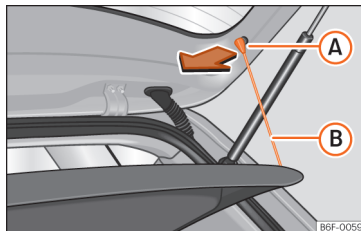

Рис. 169 Багажний відсік: знімання й установлення полиці.
- Відчепіть шнурки >>> **рис. 169** (B) у точках (A).
- Зачепіть шнурки >>> **рис. 169** (B) за кришку багажника.